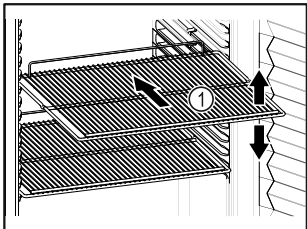

Fig. 70 Примерное изображение
- Если имеются решетчатые полки Fig. 70 (1), отрегулируйте высоту их установки.